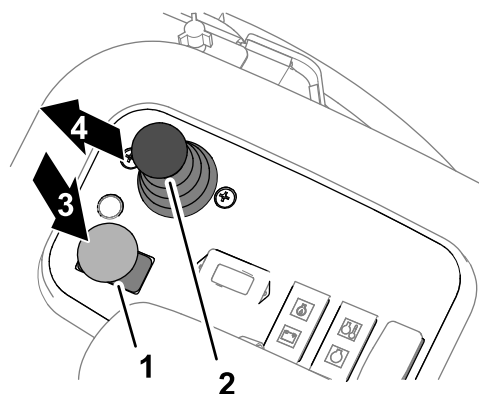

Figura 34
1. Ponga el freno de estacionamiento y mueva el interruptor de transmisión de las unidades de corte a la posición de DESENGRANADO (Figura 34).